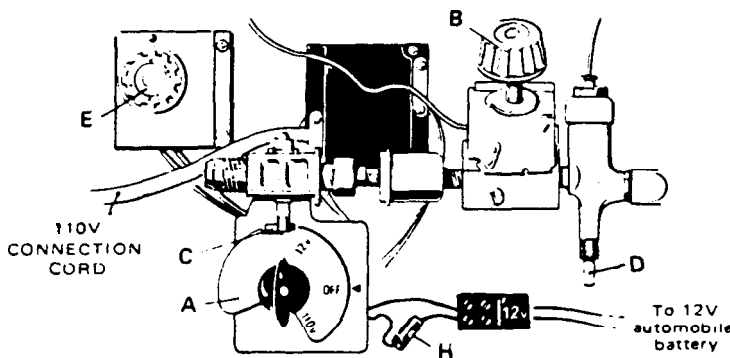

Fig. 70
23. GAS OPERATION (See Fig. 70 and 71)
24. ELECTRIC OPERATION (See Fig. 70)